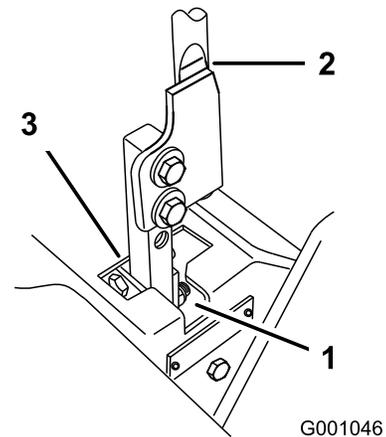

Figura 73
5. Mettete la leva in folle, senza bloccarla (Figura 73).
6. Tirate indietro la leva finché il perno con testa (sul braccio sottostante l'albero di articolazione) non tocca l'estremità della tacca (inizia a premere sulla molla) (Figura 73).
7. Controllate dove la leva di comando corrisponde alla tacca nella console (Figura 73). Dev'essere al centro, e consentire lo spostamento della leva verso l'esterno, in posizione di bloccaggio in folle.